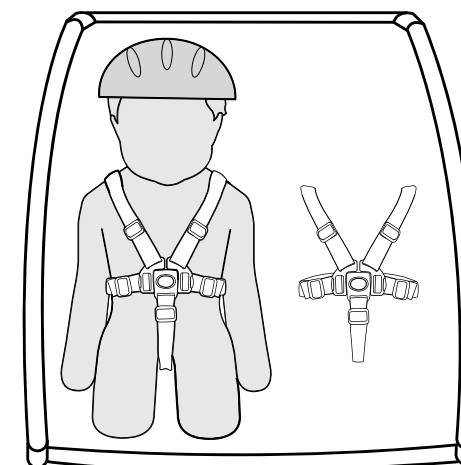

Abbildung 26
3. Wird nur ein Kind in einem zweisitzigen Anhänger transportiert, muss das Kind immer rechts sitzen (Abbildung 26).